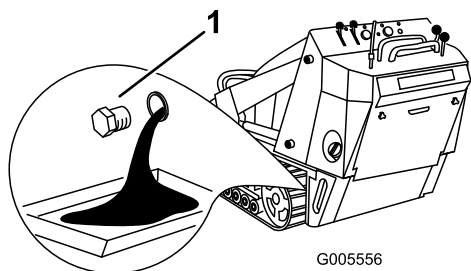

Figura 34
4. Togliere il tappo di spurgo (Figura 34).